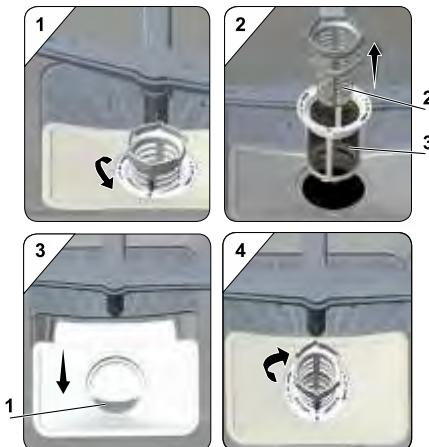

Рис. 14
1. Поверните фильтр грубой очистки против часовой стрелки и поднимите вверх (рис. 14, иллюстрация1).
2. Извлеките фильтр грубой очистки из микрофильтра (рис. 14, иллюстрация 2).
3. Снимите плоский фильтр (рис. 14, иллюстрация 3).
4. Для установки фильтров произведите действия в обратном порядке (рис. 14, иллюстрация 4).